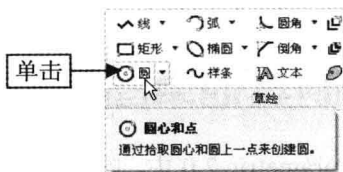

图 2-47 单击“圆”按钮
Step 02 在“功能区”选项板的“草绘”选项卡中，单击“草绘”面板中的“圆”按钮，如图 2-47 所示。